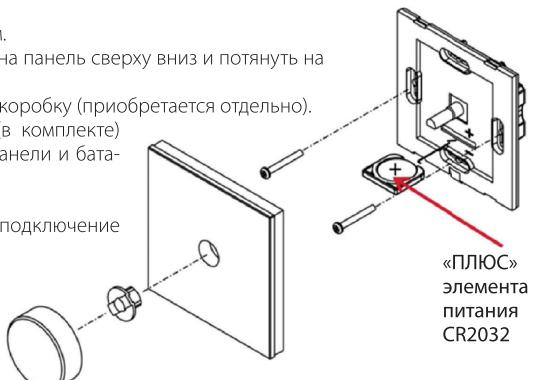

Рис.2. Крепление панели и установка элемента питания.
- Установите контейнер с батареей CR2032 (в комплекте) в отсек согласно обозначению на корпусе панели и батареи (см. Рис.2.).